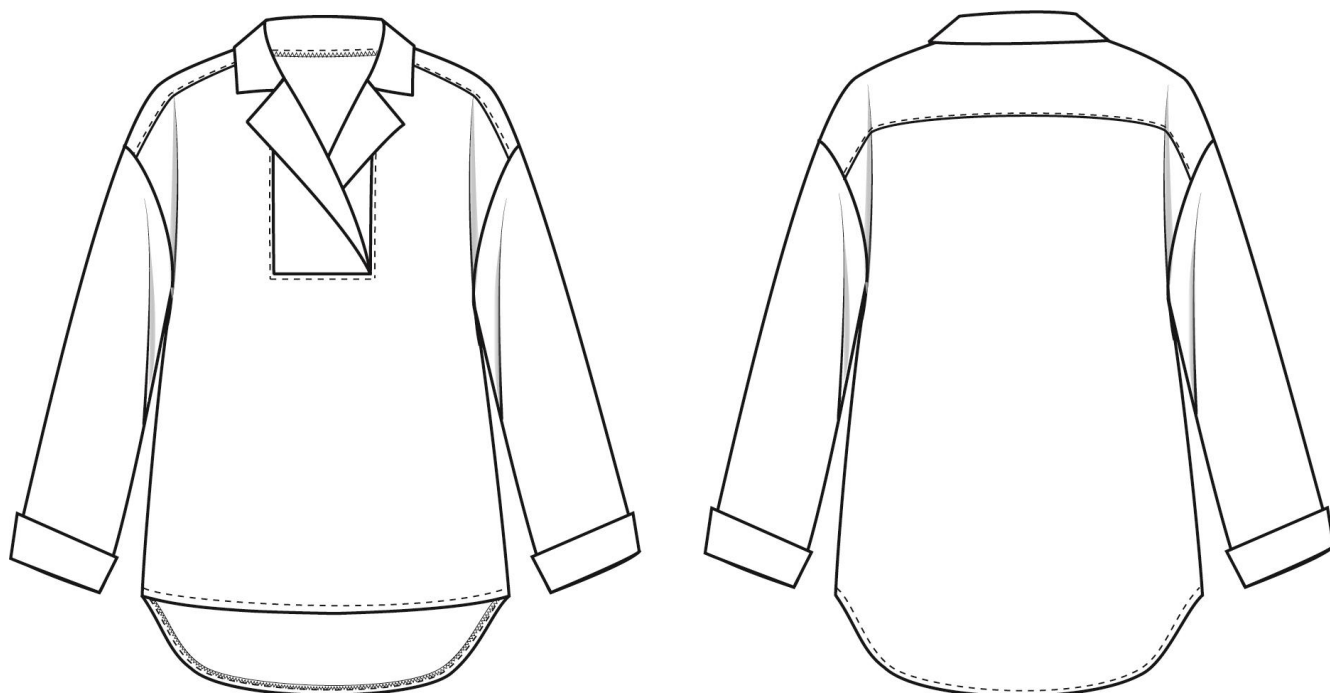

Рисунок 2 – Технический рисунок женской блузы.
### Технологическая последовательность изготовления женской блузы (рисунок 2).
**Спецификация основных и прокладочных деталей кроя женской блузы (рисунок 2).**